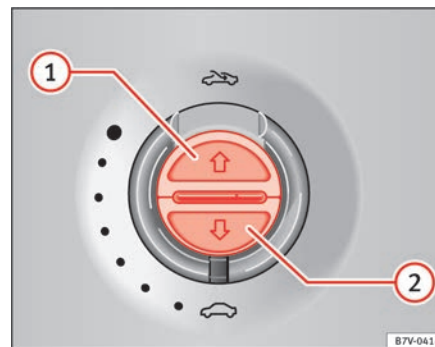

Fig. 60 En el revestimiento interior del techo: teclas para la persianilla parasol.
Abrir por completo (automáticamente):	Pulse la tecla ⇒ fig. 60 1 brevemente.
Detener el funcionamiento automático:	Pulse brevemente la tecla ⇒ fig. 60 1 o ⇒ fig. 60 2 .
Ajustar la posición intermedia:	Mantenga pulsada la tecla ⇒ fig. 60 1 o ⇒ fig. 60 2 hasta alcanzar la posición.
Cerrar por completo (automáticamente):	Pulse la tecla ⇒ fig. 60 2 brevemente.
- *Persianilla parasol*: Dentro de 5 segundos tras el disparo de la función antiaprisionamiento pulse la tecla ⇒ fig. 60  hasta que la persianilla parasol se cierre por completo.